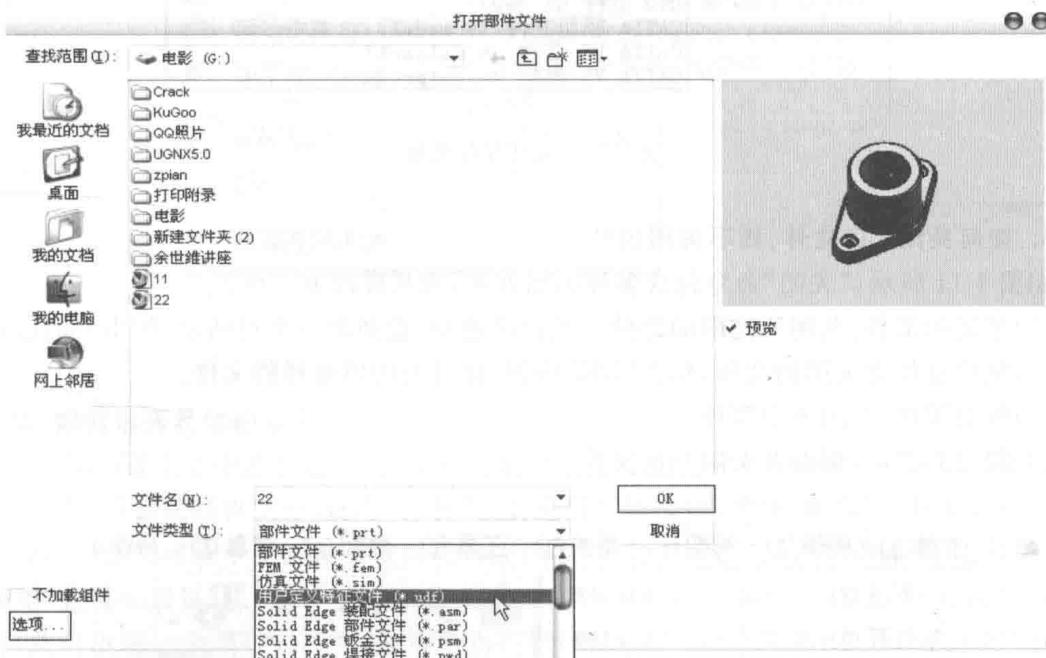

图 1-9 “打开部件文件”对话框
(1) 单击“标准”工具栏中的“打开”或菜单栏中的“文件”|“打开”, “打开部件文件”对话框如图 1-9 所示, 它的“文件类型”栏可以当作文档过滤器使用, 即当指定文件类型为 *.prt 文件时, 文件夹内仅显示 *.prt 类型的文件。
(2) 在文件夹内单击所需的文件, 右侧预览中可显示文件的内容。
(3) 单击“OK”按钮, 即可打开一个已经存在的 UG 部件文件。